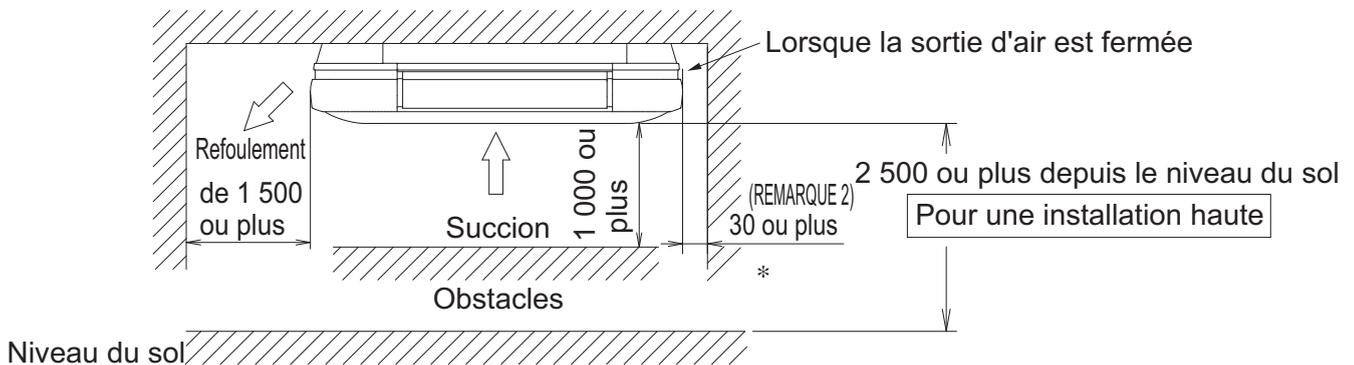
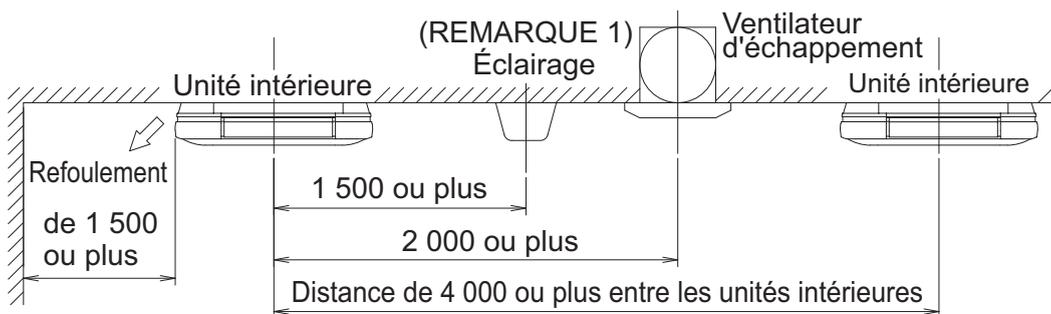

Fig. 1
Fig. 2
(1) Choisissez le lieu d'installation qui respecte les conditions suivantes et obtenez l'accord du client.
- Où un espace suffisant pour l'installation et l'entretien est assuré. **(Reportez-vous à la Fig. 1 et Fig. 2)**